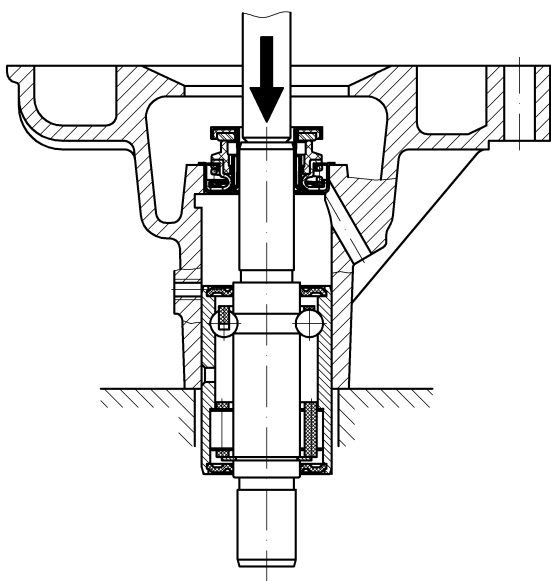

Рис.82. Выпрессовка подшипника с ва-
- выпрессовать из корпуса подшипник (рис.82). Выпрессовку подшипника производить на прессе или с помощью медной оправки. Для более легкой выпрессовки рекомендуется нагреть водяной насос до температуры плюс 80 °С;